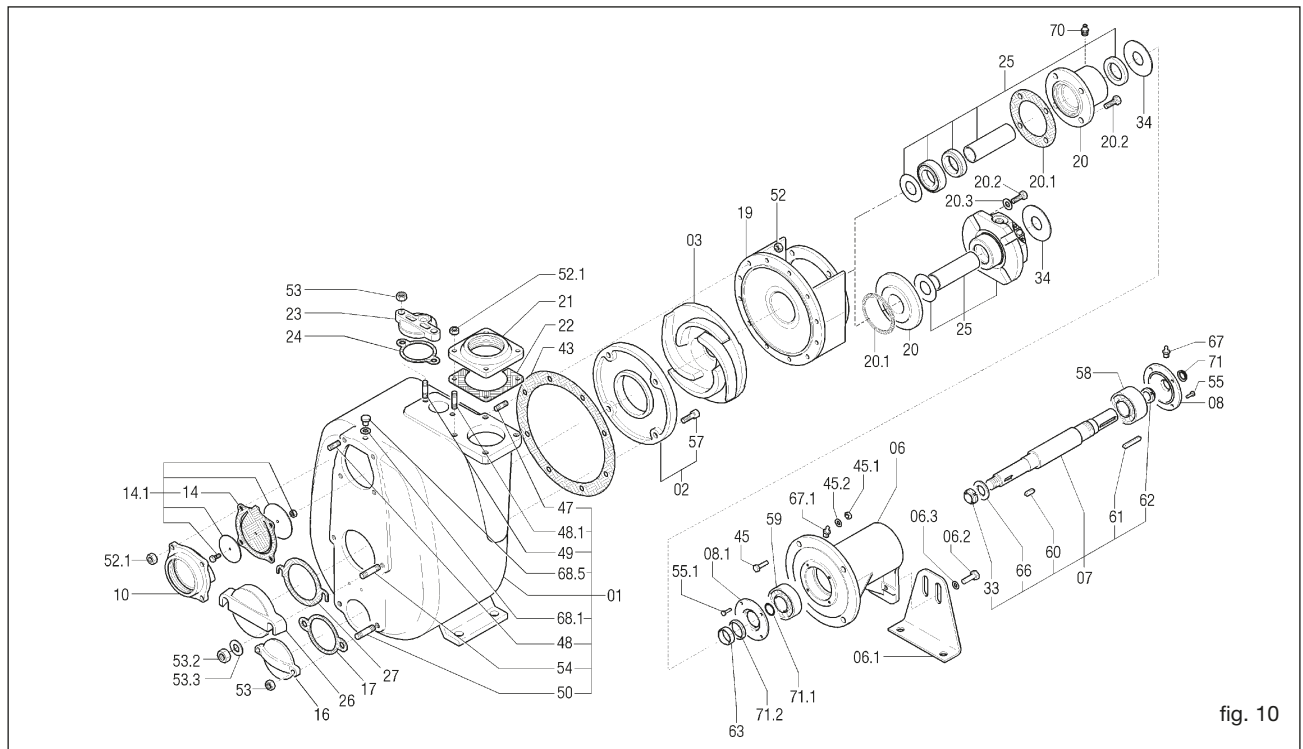

fig. 10
A tubagem de aspiração deve haver um diâmetro igual ao do bocal de aspiração da bomba (para diâmetros maiores, consultar a Varisco). Evitar, se possível, curvas, tubos curvos ou estrangulamentos que possam restringir o fluxo de fluido à bomba. Não instalar a válvula de fundo: a bomba é dotada de válvula de retenção (14), (fig. 10) incorporada.
A título de exemplo é fornecida uma vista explodida (fig. 10).
13.2 Substituição do rotor (fig. 10)
- Soltar as porcas (52) e remover o corpo da bomba tentando não danificar a guarnição (43).
- Bloquear o rotor (03) e desaparafusar a porca autorroscante (33).
- Substituir, se necessário, a guarnição (43).
- Controlar a exata posição do rotor em relação ao disco de desgaste, assim como indicado no item 13.7.
13.3 Substituição do disco de desgaste (fig. 10)
- Soltar os parafusos com sextavado interno (57)
- Remover e substituir o disco de desgaste (02).
13.4 Substituição da válvula (fig. 10)
13.5 Substituição da vedação tipo 1 - 2 - 3 (referência à fig. 10,11,12)
- bloquear o rotor (03) e remover a porca autorroscante (33);
- retirar o suporte do motor (19). Automaticamente será removida também a parte rotatória (40) montada no separador (31);
- remover do suporte do motor a contraface (39) com a respectiva guarnição (38);
- desmontar a chapa antissalpícos (41);
- inserir o anel de sustentação da vedação (25.1). Empurrar este último até que seja possível montar novamente a lingueta (60).
- montar o rotor (03), a anilha (66) e aparafusar a porca (33);
- montar a guarnição do corpo (43) aplicando lubrificante em ambos os lados;
13.6 Substituição da vedação tipo 4 - 5 (referir-se à fig. 10, 13, 14, 15, 16)
- Soltar as porcas (52), (fig. 10) e remover o corpo da bomba tentando não danificar a guarnição (43).
- Bloquear o rotor (03) e remover a porca autorroscante (33).
Podem ser feitos outros ajustes com as guarnições do corpo e o disco posterior. A interposição a guarnição (43) (Fig. 10) com 0,5 mm de espessura determina a distância requisitada (fig. 19).
13.8 Manutenção dos rolamentos (fig. 10)